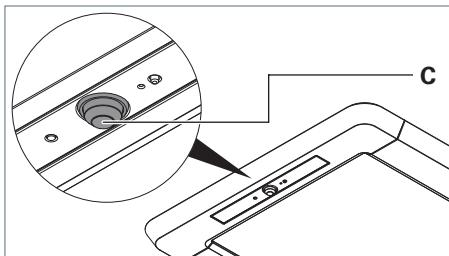
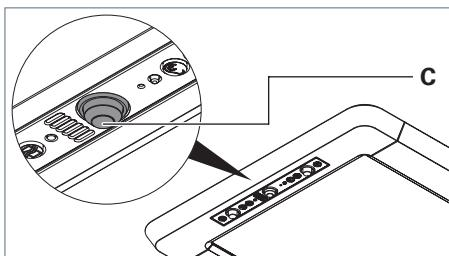

Fig. 22: PIR Sensor, Ausführung R.
Fig. 23: PIR Sensor, Ausführung RX.
- ▶ Stellen Sie den Kugelkopf **C** des PIR Sensors in die gewünschte Richtung, siehe Fig. 22 und siehe Fig. 23.